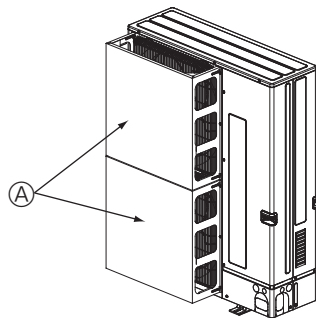

Fig. 2-5
- 2 Τοποθετήστε έναν προαιρετικό οδηγό προστασίας από τον άνεμο, στην περίπτωση που η μονάδα είναι εγκατεστημένη σε σημείο όπου οι ισχυροί άνεμοι από κάποιον τυφώνα κ.λπ. ενδέχεται να εισέλθουν απευθείας στην έξοδο αέρα. (Fig. 2-5)